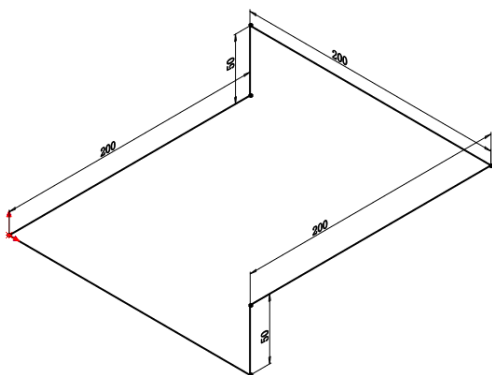

图 3-49 标注三维草图
(3) 标注尺寸。单击“草图”工具栏中的 (智能尺寸) 按钮, 标注尺寸如图 3-49 所示。